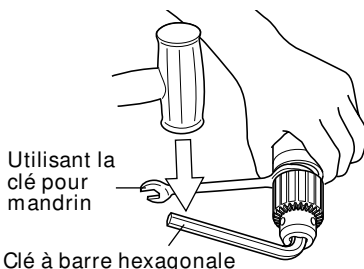

Fig. 12
- (4) Retrait du mandrin de l'angle (Fig. 12)